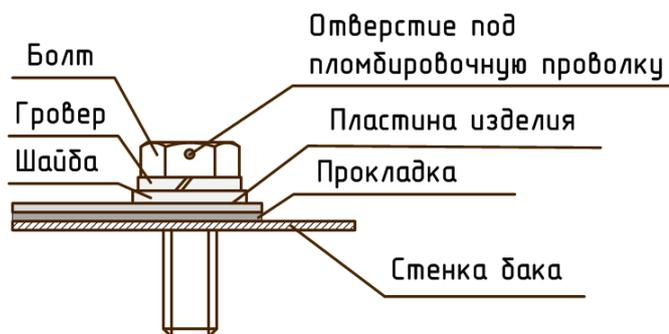
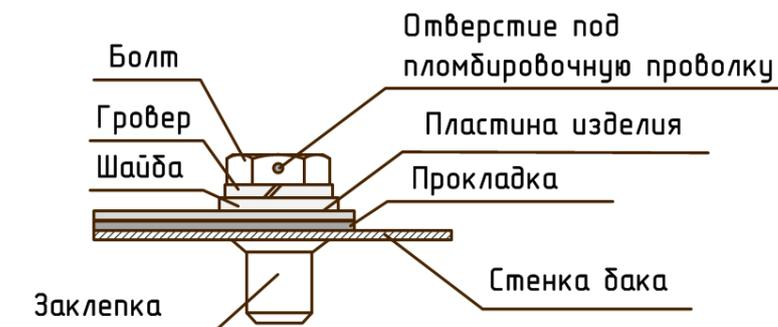

Рисунок 11
Рисунок 12
- 8) Закрепить изделие на баке болтами, предварительно надев шайбу и гровер, как показано на рисунке (Рисунок 11, Рисунок 12). Болты завинчивать ключом гаечным.